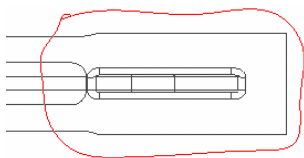

图 10.4.30 草绘轮廓线
(2) 在系统 **在当前视图上草绘样条来定义外部边界。**的提示下，直接绘制图 10.4.30 所示的样条线来定义部分视图的边界，当绘制到封合时，单击鼠标中键结束绘制（在绘制边界线前，不用选择样条线的绘制命令，而是直接单击进行绘制）。